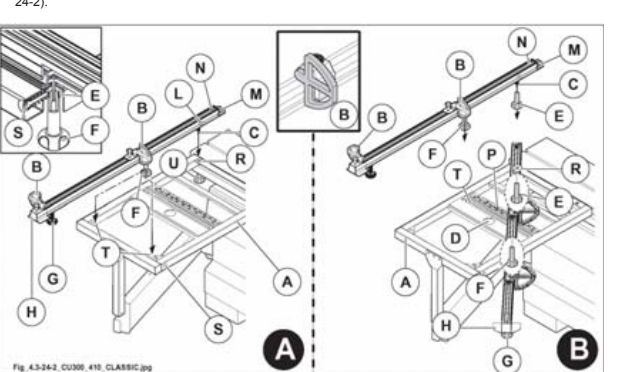

Fig. 4.3-24-2
- 3) Per l'uso posizionare la riga facendo riferimento alla targhetta (P fig. 4.3-24-2).
- 4) Serrare i pomelli (F fig. 4.3-24-2) ed (E fig. 4.3-24-2).
La riga è dotata di una estensione estraibile a canocchiale (H fig. 4.3-24-2) la quale, se necessita, si può allungare dopo aver allentato il pomello (G fig. 4.3-24-2).